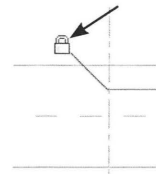

Fig. 08.92. Lås hængelåsen.
- Lås de to sammen, ved at klikke på hængelåsen (Fig. 08.92). Gør det samme i den anden side af stien.